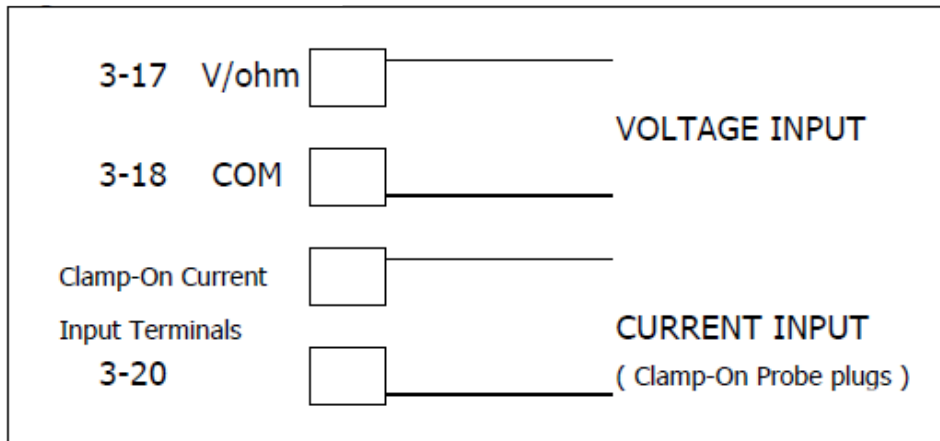

Fig. 4
1. Conecte los cables de la manera siguiente (consulte fig. 4):
"Terminal V" (3-17, Fig. 4) y "Terminal COM" (3-18, Fig. 4)
El conector de salida de la sonda de corriente inductiva (1 CA mV por 1 ACA se conecta al "Terminal de entrada de corriente de pinza" (3-20, Fig. 4)